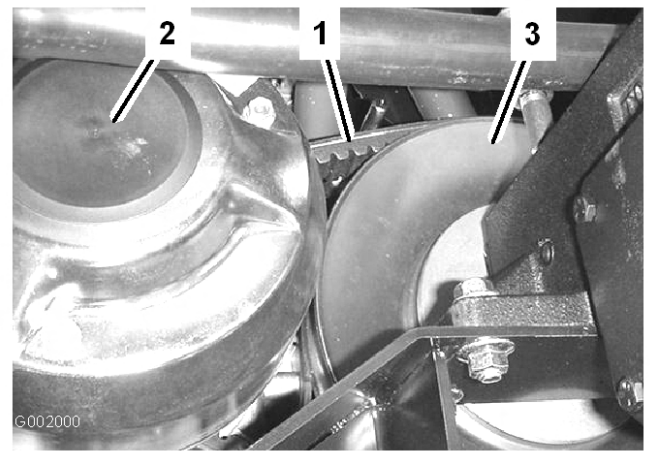

図 60
1. 二次クラッチを回しながら二次クラッチ部分でベルトを外す (図 60)。